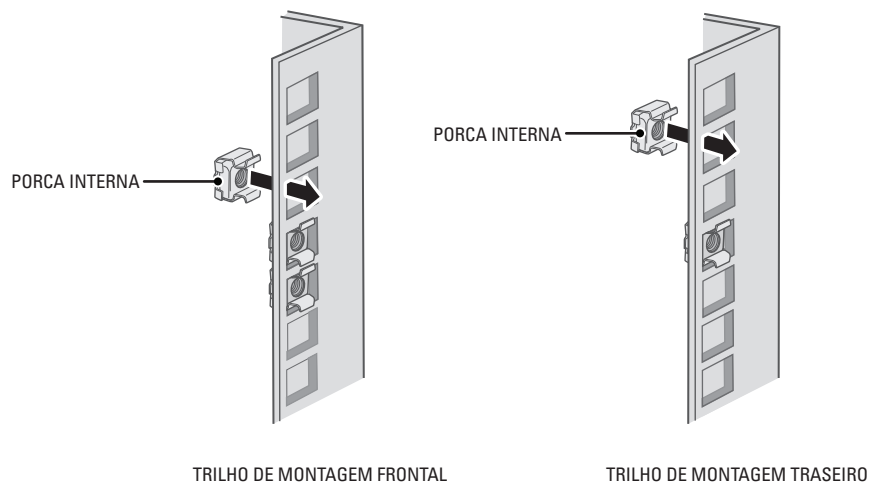

**Figura 8. Inserção das porcas internas**
5. Se estiver instalando a unidade em um rack de orifício quadrado: Insira 10 porcas internas (fornecidas) no rack de orifício quadrado como é mostrado na figura 8. Alinhe as porcas internas inferiores nos racks frontais com as porcas internas inferiores nos racks traseiros. Depois alinhe as porcas internas superiores com os racks frontais, (consulte a figura 8).